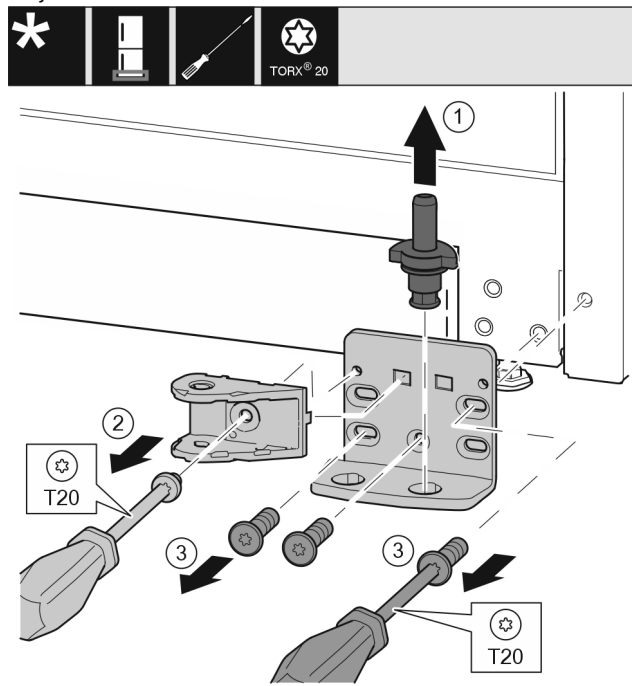

Fig. 45 \*
- Ložiskový čep Fig. 45 (1) celý vytáhněte nahoru.\*
- Šroubovákem vyšroubujte šrouby Fig. 45 (2) a sejměte spojení tlumiče zavírání.\*
- Šroubovákem vyšroubujte šrouby Fig. 45 (3) a sejměte stojan ložiska.\*